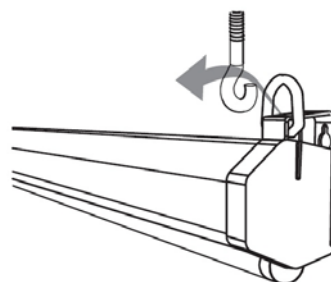

Рис. 2
- крепление на потолок: для монтажа экрана на потолок в конструкции предусмотрены 2 монтажных кольца, которые следует зацепить за монтажные крюки (не входят в комплект поставки), как показано на Рис.2. Расстояние между крюками, установленными на потолке должно равняться расстоянию между монтажными кольцами экрана. Для монтажа экранов, отмеченных в таблице *, см. Рис 3.